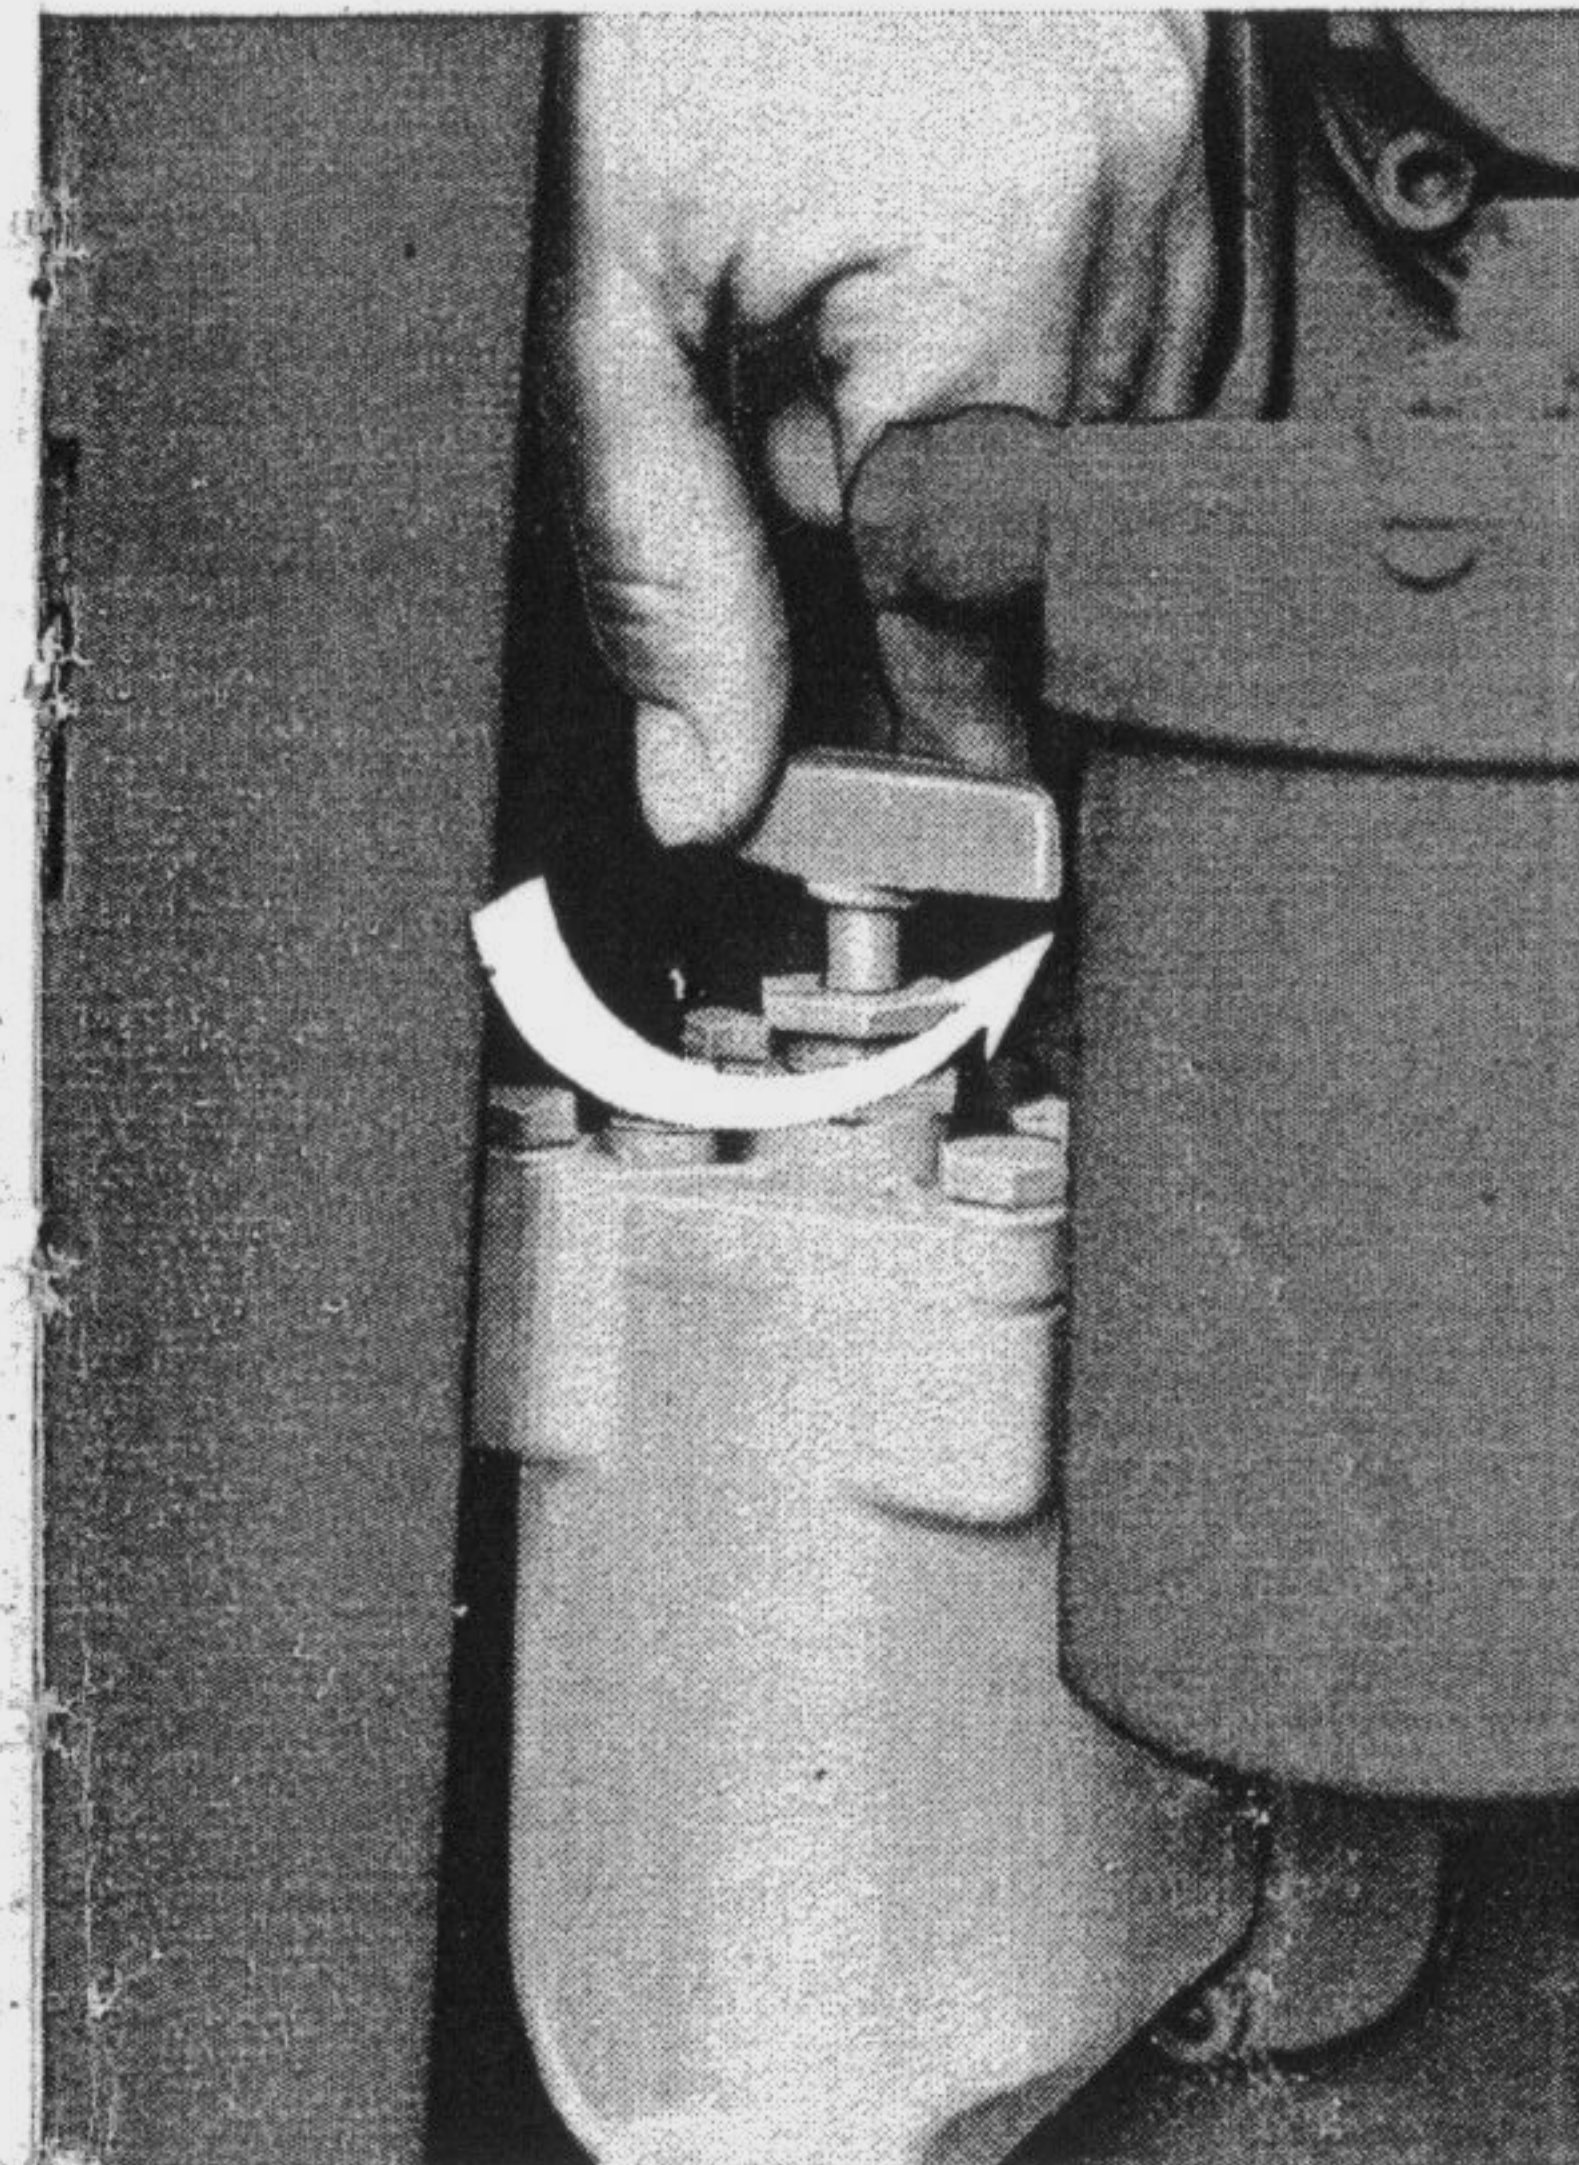

Fig. 55
- a) Deux fois par jour, tourner d'un tour complet la manette à oreilles de la cartouche du filtre à huile pour nettoyer celle-ci (fig. 55).